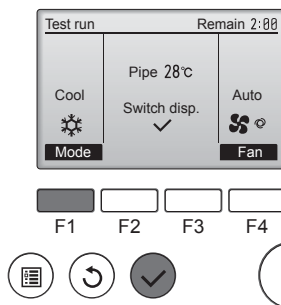

Fig. 7-5
- ① Πιέστε το κουμπί **[F1]** για να περιηγηθείτε στις λειτουργίες "Cool" (Ψύξη) και "Heat" (Θέρμανση). (Fig. 7-5)